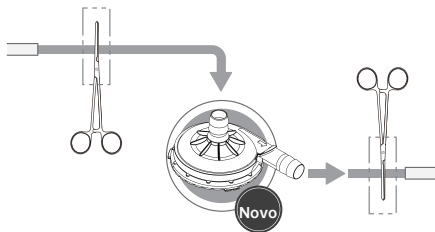

Figura 1
- 4) Prepare o novo cabeçote da bomba para substituição com a tubulação de 3/8" e o conector conforme a Figura 1 abaixo. Prepare o novo cabeçote da bomba antes da substituição.